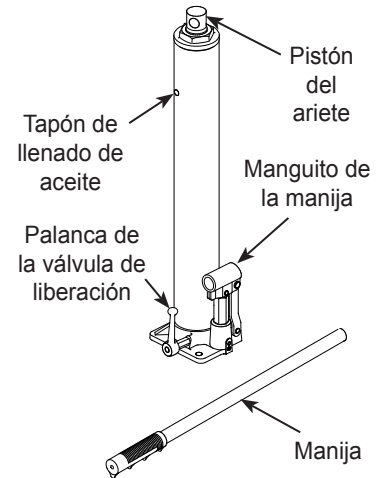

Figura 5: unidad hidráulica/ariete
4. Retire la unidad hidráulica y colóquela como se muestra en la figura 5.